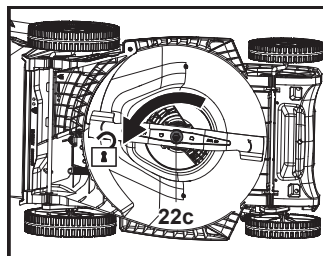

Fig. 20
1. Păstrează partea de dedesubt și cuțitul (22) curate și fără reziduuri. Îndepărtează resturile vegetale din jghebul de evacuare spate (21).
3. Păstrează cuțitul (22) ascuțit pentru o bună performanță de tăiere. Înlocuiește cuțitul uzat sau deteriorat cu unul nou de același tip sau apelează la un specialist calificat pentru a-l ascuți.
4. Slăbește șurubul de montare (22c) în sens antiorar utilizând o cheie electrică de impact adecvată (dimensiune: 13 mm) (fig. 20) și scoate-l împreună cu șaiba plată (22b) și cuțitul (22).